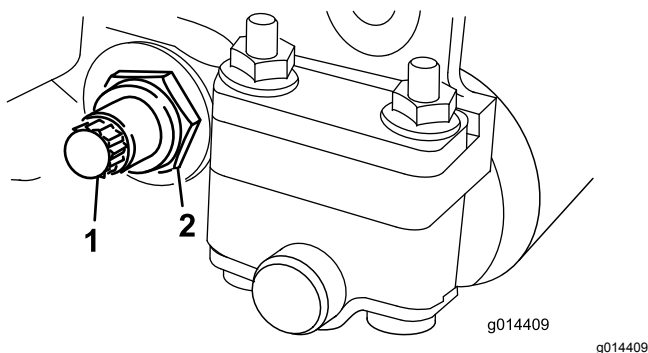

図 23
3. ベッドバーボルト 図 23 を固定しているロックナットを機体両側をゆるめる。
4. 各ベッドバーボルトを抜いてベッドバーを下に引き抜いて外す 図 23。